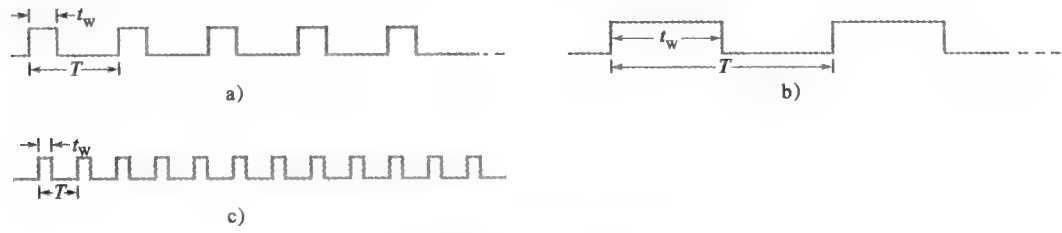

图 8-49 重复脉冲波形
重复脉冲 任何以固定时间间隔重复自身的波形是周期性的。图 8-49 显示了一些周期性脉冲波形的例子，注意到每种情况脉冲都以规则的时间间隔重复，脉冲的重复率就是脉冲重复频率，是波形的基波频率，以赫兹或每秒钟的脉冲个数表示。从一个脉冲到下一个脉冲对应点的时间为周期 (T)，频率和周期之间的关系与正弦波相同，为 $f = 1/T$ 。